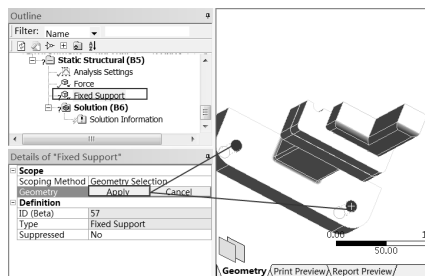

图 13-71 施加约束
Step5 :按住 Ctrl 键 ,选中如图 13-71 所示的两个圆孔 ,共四个面 ,在 Details of “Fixed Support” 面板的 Scope Geometry 中单击 Apply 按钮 ,确定选择。